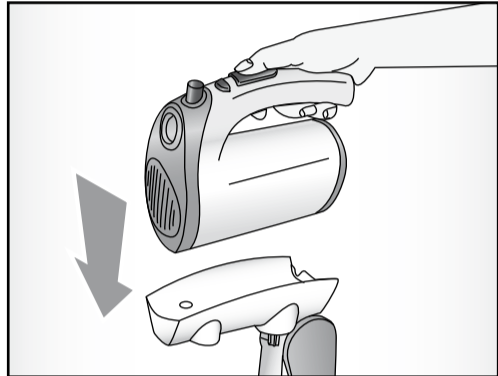

Fig. 3
- Introduire le corps moteur (F) sur le bras du support (B) avec les broches arrière du corps moteur en correspondance des petites ouvertures qui se trouvent sur le support, et le faire glisser légèrement en avant jusqu'au dé clic d'accrochage (Fig. 3).
- Das Motorgehäuse (F) so auf den Arm der Aufnahme (B) aufsetzen, dass die Stifte an der Rückseite des Motorgehäuses in die Langlöcher der Aufnahme eingreifen und dann leicht nach vorn schieben, bis das Einrasten zu hören ist (Abb. 3).
- Aplicar el cuerpo motor (F) en el brazo del soporte (B) con los pernos traseros del cuerpo motor en correspondencia con los ojales del soporte, y dejarlo que se deslice ligeramente hacia delante hasta que se acople (oíremos un clic) (Fig. 3).
- Apretar el botón de inclinación del brazo (H) y contemporáneamente levantar el cuerpo motor (F) mediante la